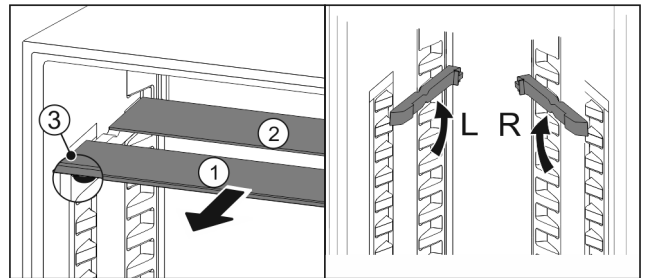

Fig. 69
- Посуньте Fig. 69 (1) скляну панель вперед.
- ▷ Скляна панель Fig. 69 (1) з декоративною планкою лежить спереду.
- ▷ Стопори Fig. 69 (3) показують вниз.